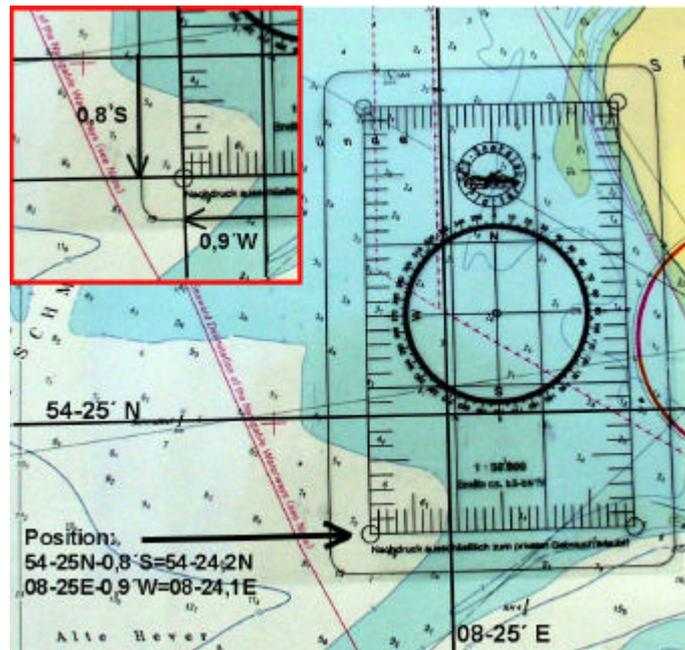

Bild 5: Eintragen der GPS-Position in die Karte.
- **Erste Navigationsaufgabe: Eintragen einer (GPS-)Position in die Karte (Bild 5):**
2 Wann addiert oder subtrahiert werden muss hängt davon ab, auf welcher Länge und Breite man sich befindet und wie der Markierungspunkt des Plotters zu den auf der Karte eingetragenen Längen- und Breitenlinien liegt. Beispiel (siehe Bild 5): Man befindet sich in der Nordsee, also auf östlicher Länge und nördlicher Breite, und der Markierungspunkt liegt unterhalb der nächsten Breitenlinie und links von der nächsten Längelinie. In diesem Fall werden die am Plotter abgelesenen Werte von den Werten der nächsten Längen- bzw. Breitenlinie abgezogen. Klingt kompliziert, ein Blick in die Karte bringt aber schnell Klarheit.